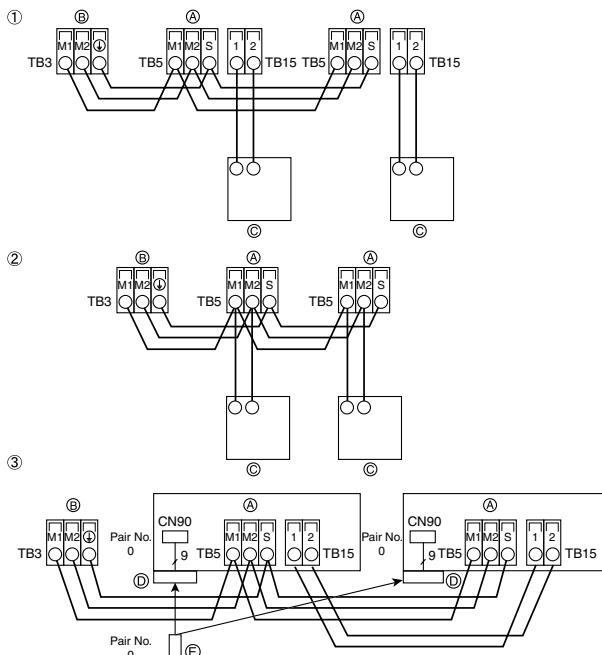

Fig. 4-3
4.2. Conexión de los cables de transmisión del mando a distancia y de las unidades exterior e interior (Fig. 4-3)